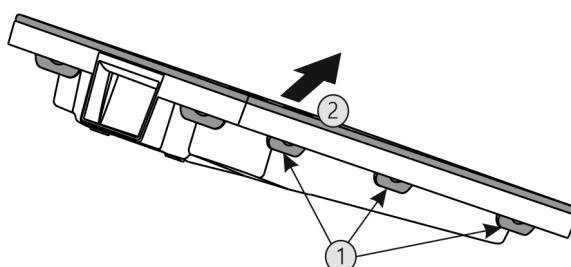

Fig. 65
- Последовательно нажать на все накладки Fig. 65 (1) и снять крышку Fig. 65 (2).